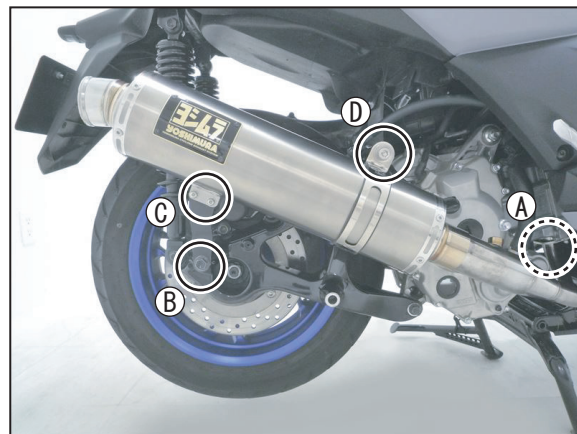

FIG. 9
8. 仮締めしたボルト、ナットを①エキゾーストパイプ→②サイレンサー固定部(下部)→③サイレンサーステー→④サイレンサー固定部(上部)の順に、規定トルクで締め付けて下さい。（FIG. 9 参照）